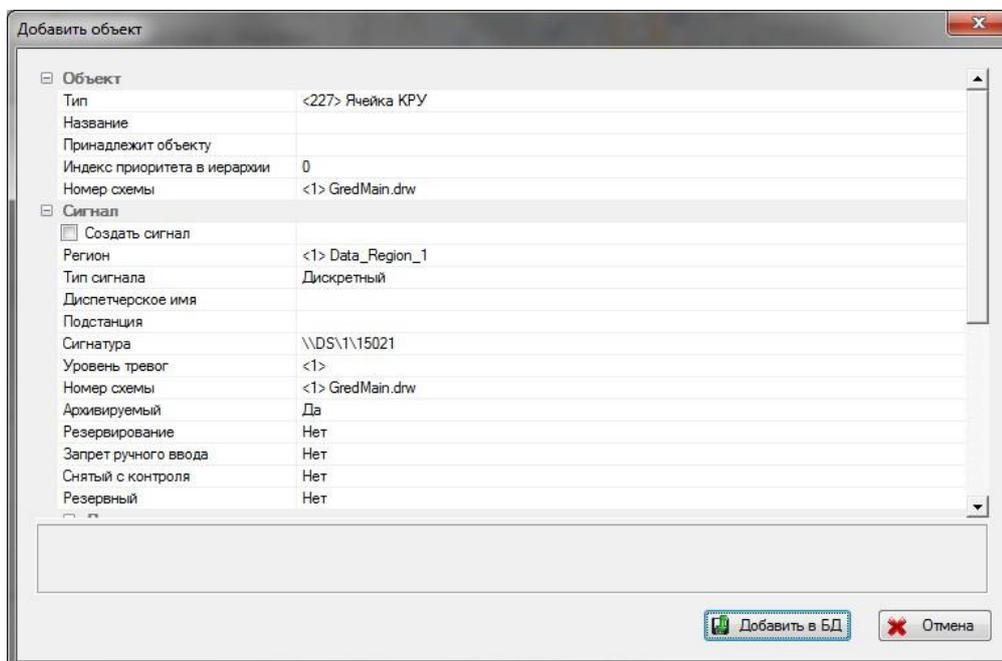

Рисунок 434 – Добавление объекта в дерево объектов
– в вызванном меню, ввести наименование объекта и снять опцию в разделе «Создать сигнал». Нажать кнопку «Добавить в БД», после чего в дереве объектов сформируется добавленный объект (рисунок 434).